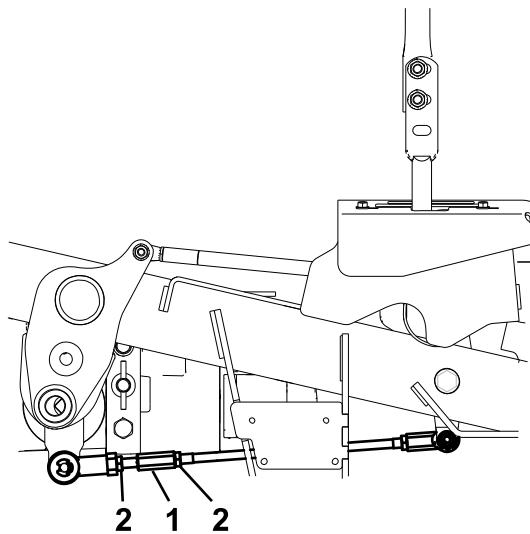

Figura 59
10. Ajuste la longitud de las varillas de control de las bombas girando las tuercas dobles de la varilla en el sentido apropiado, hasta que las ruedas se muevan ligeramente en marcha atrás (Figura 59).